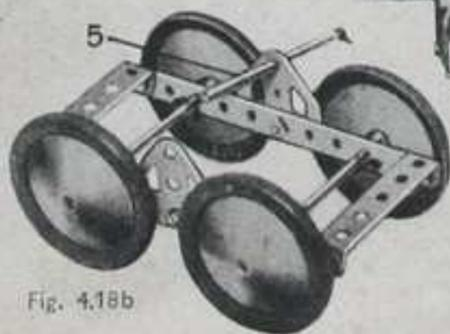

Fig. 4.18b
La Fig. 4.18b montre la construction du bogie arrière. Ce dernier est fixé au camion au moyen d'une Tringle 5 qui passe à travers les trous des Bandes de 31 cm. (6) et à travers les trous supérieurs des Embases triangulées plates boulonnées au bogie. La Tringle est fixée au moyen de Clavettes.